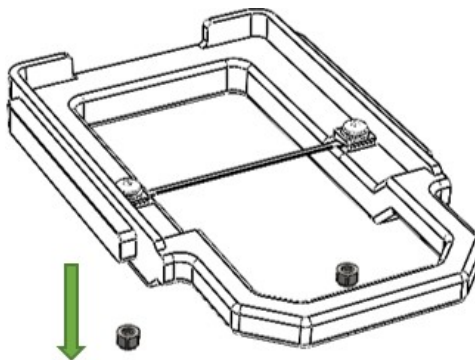

Abbildung 5. Messerdemontage, Ansicht 2
6. Auf der gegenüberliegenden Seite des Schneidmodul die selbstsichernden Muttern demontieren (Abbildung 5).